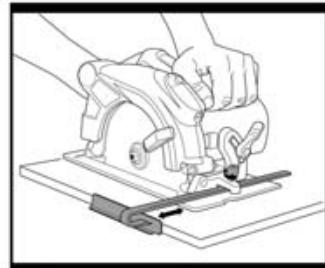

Fig. 4
5. AJUSTE DE LA GUÍA PARALELA (Fig. 4)